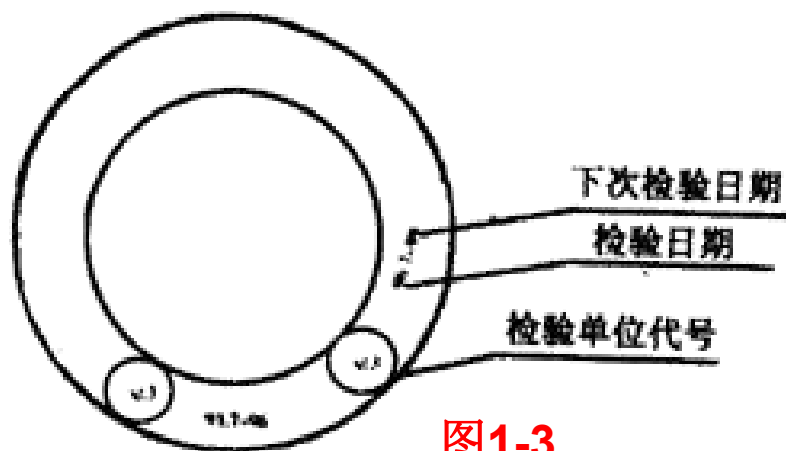

图1-3
(3) 检验钢印标记，也可打在金属检验标记环上，如图1-3所示